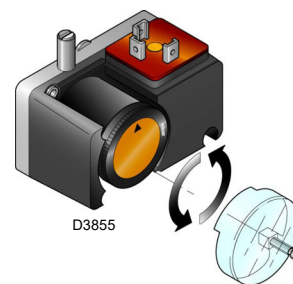

Рис. 35
- Отрегулируйте реле давления для контроля герметичности (комплект PVP)(Рис. 35 на стр. 39) в соответствии с инструкциями, прилагаемыми к самому комплекту.
Отрегулируйте реле давления для контроля герметичности (комплект PVP) (Рис. 35) в соответствии с инструкциями, прилагаемыми к самому комплекту.